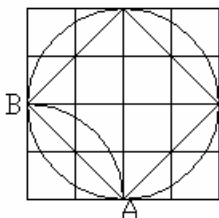

图 4-27
(5)单击【绘图】工具栏上的按钮，以 A 点为起点，B 点为端点，角度设为 90° 。结果如图 4-27 所示。